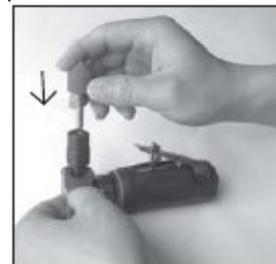

Fig. 3
4. Inserire un accessorio di smerigliatura (ad es. una pietra abrasiva) nel foro della pinza (vedi Fig. 3).